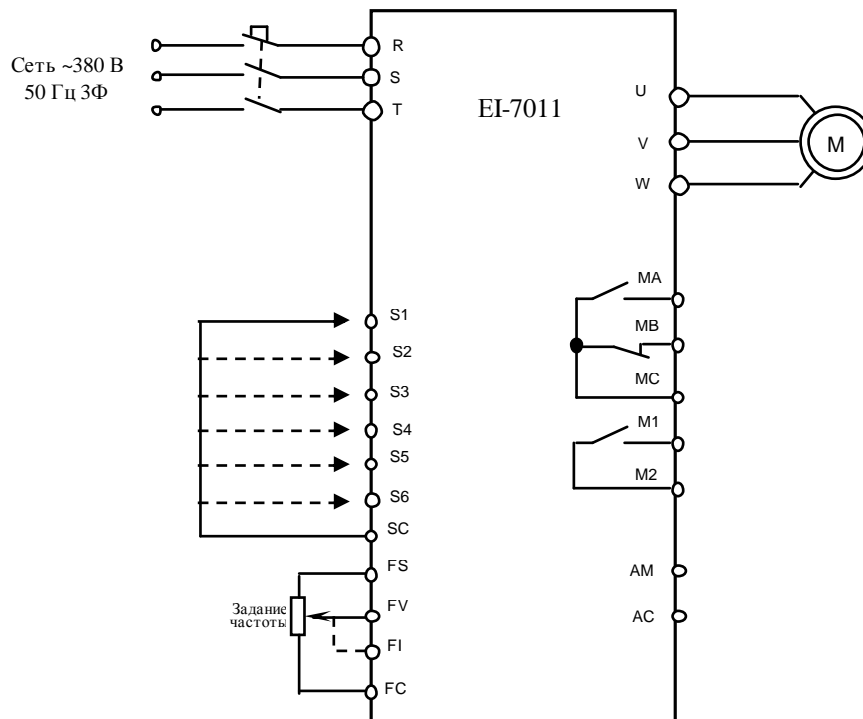

Рис. 4.28. Диагностика входных и выходных цепей управления
4.17.1. Подключить электродвигатель к выходным клеммам U, V, W (рис. 4.28).
4.18.3. Подключить один из концов проволочной перемычки (рис. 4.28) к клемме **SC**. Подключить электродвигатель к выходным клеммам **U**, **V**, **W**.